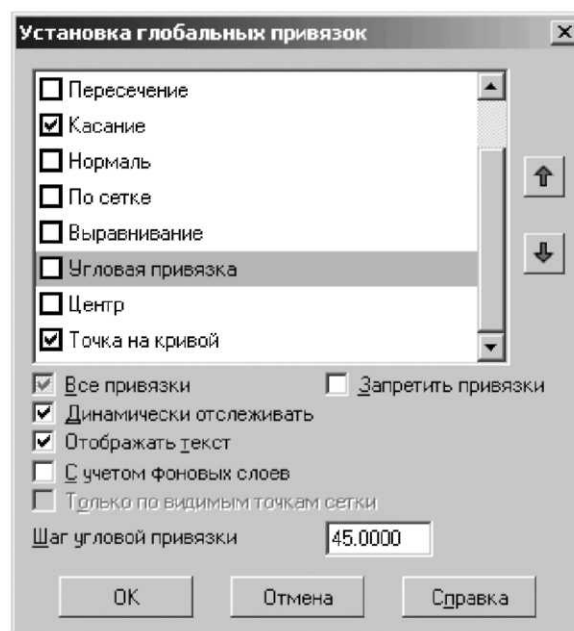

Рисунок 3.1. Діалогове вікно Установка глобальных привязок
– клацніть по кнопці ОК. (рис. 3.1.).